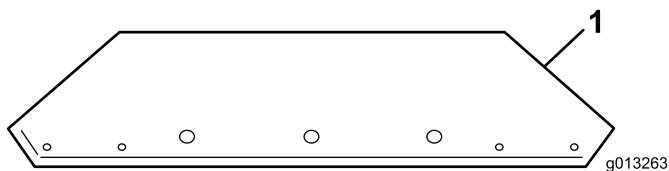
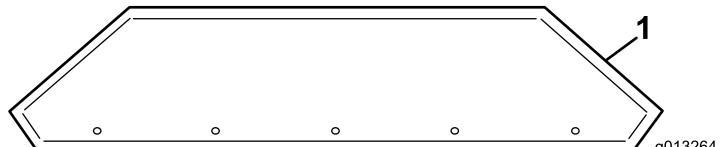

Figura 10
Figura 11
1. Retire as extensões da tremonha da caixa e identifique a parte da frente e de trás (Figura 10 e Figura 11).